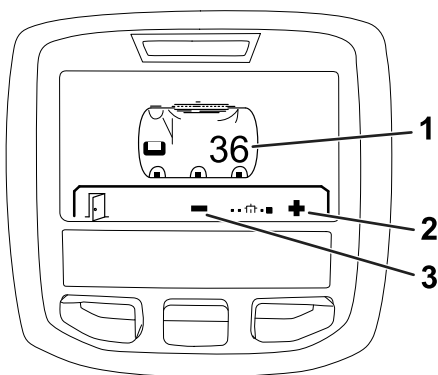

图21
2. 按右侧选择按钮然后按左侧选择按钮进入药缸屏幕图21。
3. 使用中间选择按钮和右侧选择按钮调节药缸容量图21。